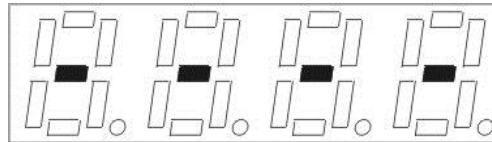

Рисунок 11
- На индикаторе появятся горизонтальные штрихи (рисунок 11). Через 1 – 2 секунды их яркость кратковременно увеличится, что свидетельствует о готовности прибора к работе.